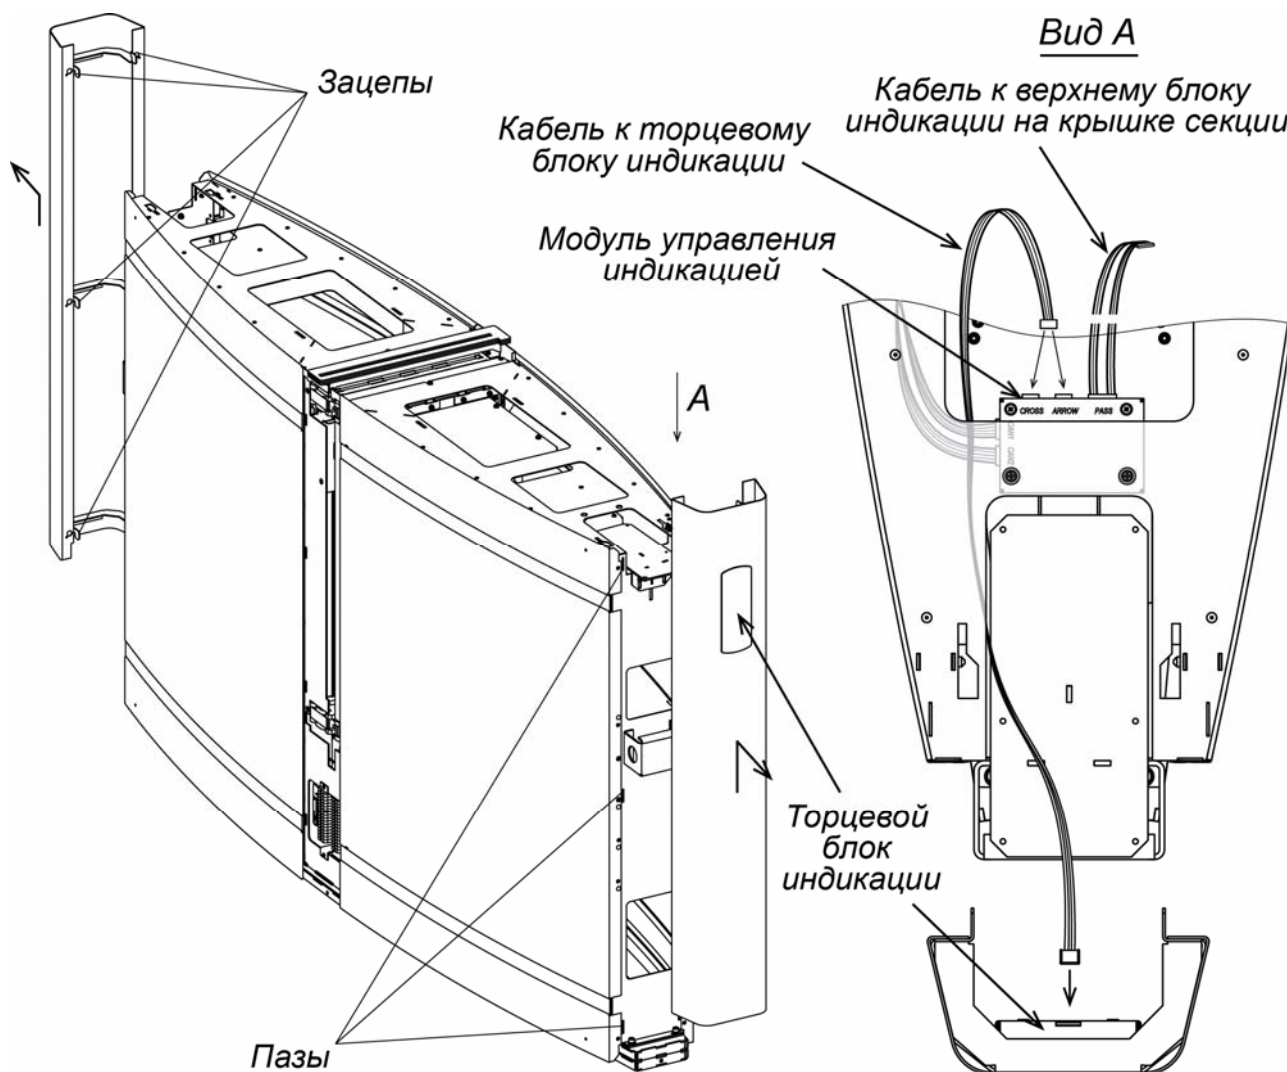

Рисунок 19. Демонтаж торцевой панели
- Демонтируйте торцевые панели (7) (см. разд. 8.7.1, рис. 19). Будьте аккуратны, не повредите соединительный кабель торцевого блока индикации (8)!
21. Распакуйте створки стеклянные (1), стекла заполнения (2), стеклянные крышки секций (3), центральные вставки (4) и боковые панели (6) (ящики №2, №4).
- Установите торцевые панели (7) (см. разд. 8.7.1, рис. 19). Панель с торцевым блоком индикации (8) должна монтироваться со стороны секции с модулем управления индикацией, при этом к торцевому блоку индикации необходимо подсоединить соответствующий соединительный кабель от модуля управления индикацией (см. рис. 19). Для отображения на торцевом блоке индикации белой стрелки соединительный кабель должен быть подключен к разъему **ARROW** модуля управления индикацией, для отображения красного креста – к разъему **CROSS**.
индикации необходимо подсоединить соответствующий соединительный кабель от модуля управления индикацией (см. рис. 19).
1. Сдвиньте панель вверх вдоль торцевой стороны секции для вывода её из зацепов (допускается в качестве рычага использовать большую плоскую отвертку, вставленную в щель снизу панели), после чего аккуратно отведите её от секции (см. рис. 19) на расстояние около 10 см. Будьте осторожны и не повредите соединительный кабель!
Крышки с верхним блоком индикации должны устанавливаться со стороны секции с модулем управления индикацией, предварительно к верхнему блоку индикации необходимо подсоединить соответствующий соединительный кабель от модуля управления индикацией, см. рис. 19 и 26.